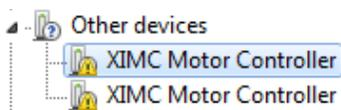

Рисунок 1. Отображение устройств в диспетчере устройств
5. После подключения устройства запустится автоматический поиск драйверов, который, завершится неудачей. Для установки драйверов найдите в «Диспетчере устройств» раздел «Другие устройства», в нем должны быть два устройства EyePoint Signature Analyser (рисунок 1).